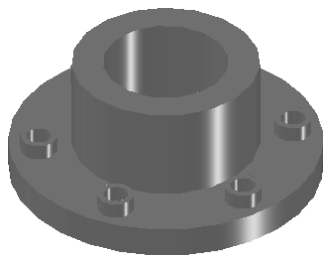

图 10-18 指定材质
2) 在菜单栏选择“工具”→“材料浏览器”命令，在弹出的“材料浏览器”中选择名为“半抛光.金属.钢”的材质，将其指定给“法兰盘”三维模型，效果如图 10-18 所示。